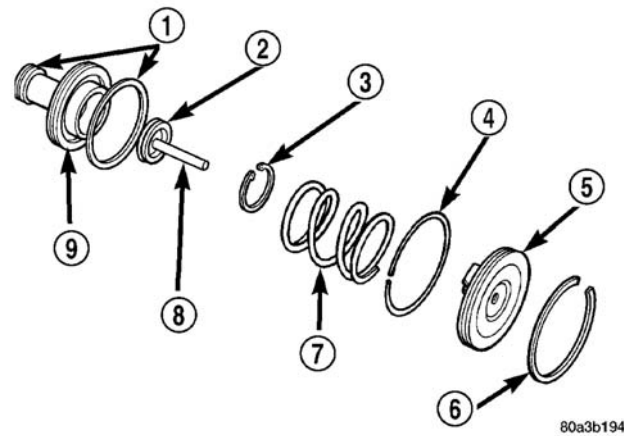

图 203 前伺服机构活塞
- （2）将活塞杆安装在活塞中，将弹簧和垫圈安装到活塞杆上，压缩弹簧并安装卡环（图 203）。